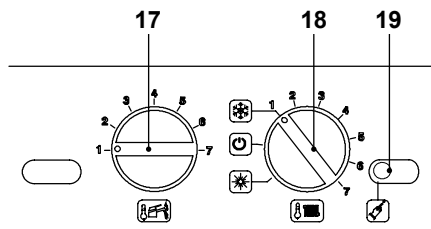
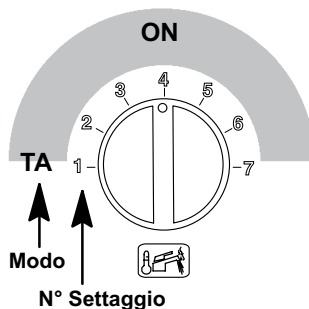

Figura 5.53
Figura 5.58
- Prima di alimentare elettricamente la caldaia posizionare la manopola 18 come indicato in Figura 5.53.
- Per settare il funzionamento modo pompa, bisogna entrare in programmazione premendo per 15 secondi il pulsante di ripristino 19, in Figura 5.53 fino alla comparsa del parametro **P01** sul display LCD; sul display LCD compare la seguente visualizzazione (la sequenza **P01** si alterna --- ---).
- Premere il pulsante di ripristino 19 in Figura 5.53 per lo scorrimento dei vari parametri sino al raggiungimento del parametro **P13** valido per il settaggio modo pompa; sul display LCD compare la seguente visualizzazione (la sequenza **P13** si alterna **01**).
- Per cambiare il settaggio ruotare la manopola regolazione temperatura sanitari 17 Figura 5.53 - Figura 5.58 posizionandola nel modo pompa prescelto (nella Figura 5.58 esempio di manopola settata per Modo pompa **ON**); nell'LCD la sequenza **P13** si alterna con **04**.